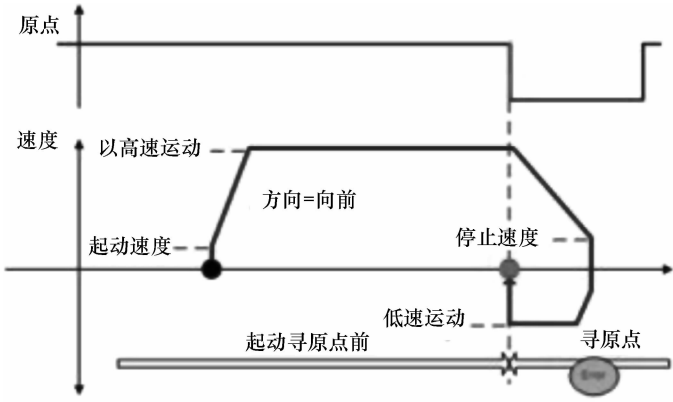

图 14-21 寻原点运动
4) 寻原点运动，即寻原点，定基准位置，如图 14-21 所示。
寻原点运动需要一个外部开关 Origin，这需要在组态时就定义好，如 PTO/PWM 组态画面那样，在辅助输入栏选择 Origin，然后在内置功能下的 I/O 功能汇总中，就能看到定义的辅助输入点 I9，注意这个点要接为常闭接点，不然的话程序会报警。如图 14-21 所示，启动寻原点运动后，d1 轴的运动先以一个高速向原点运动，撞开原点开关 I9 后降速并反向以一个低速离开原点运动，当原点再次闭合后运动停止，并以此点作为原点。位置值清零。在组态时，寻原点的方向可以定义为向前 Cam forward 或向后 Cam backward。